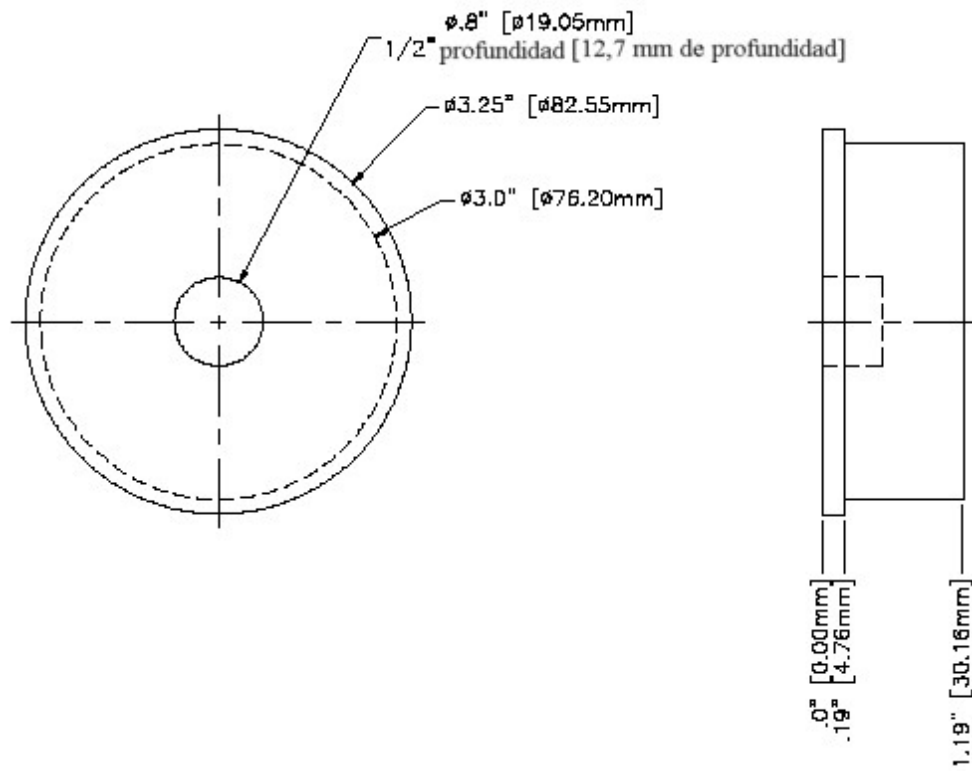
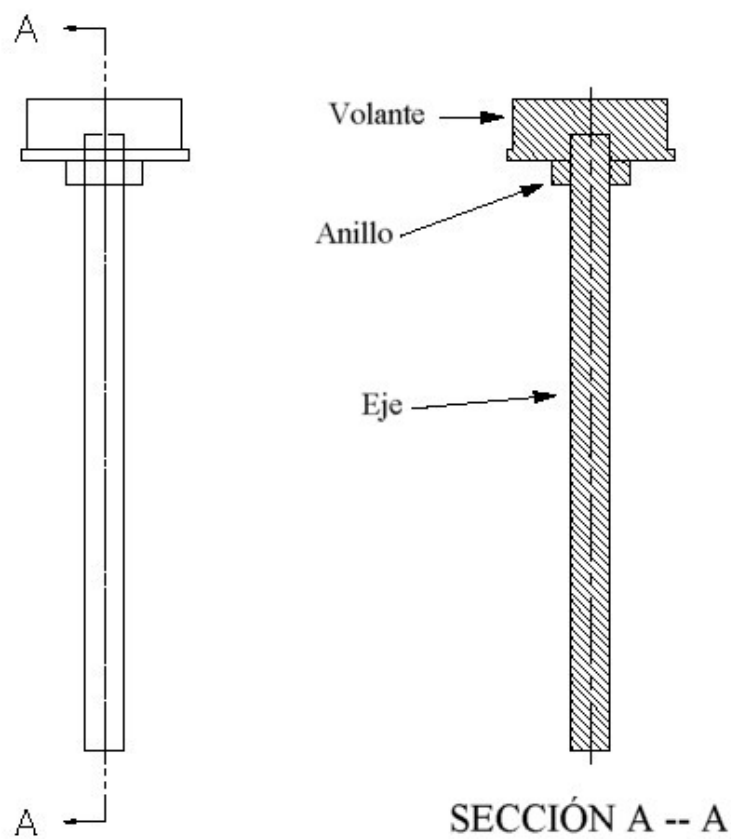

Figura 5: dimensiones de un volante.
Figura 8: vista transversal del eje y del volante.
- El eje de acero tiene 0,01905 m. de diámetro y una longitud de 0,3048 m. En la figura 5 se muestra el volante de aluminio y en la figura 5 el collar que une el volante con el eje. En la figura 8 se puede ver una vista transversal. Determine la inercia giratoria del sistema. Nota: suponga para todos los problemas que $\rho_{al} = 2.700 \text{ kg/m}^3$ y $\rho_{acero} = 7.850 \text{ kg/m}^3$.